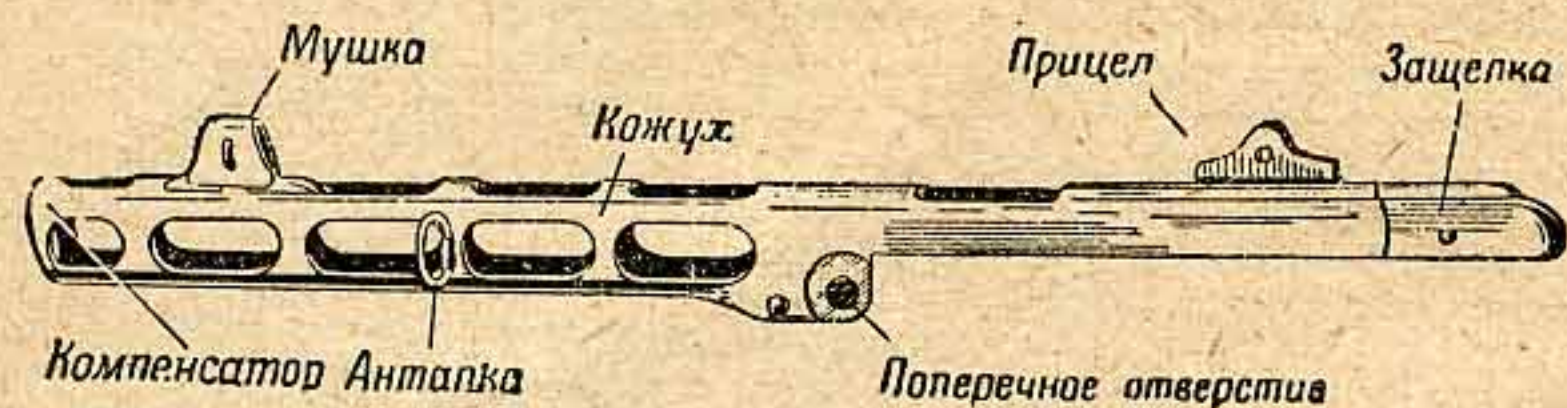

Рис. 3. Ствольная коробка
6. Ствольная коробка (рис. 3) служит для крепления в ней ствола и соединения с затворной коробкой.